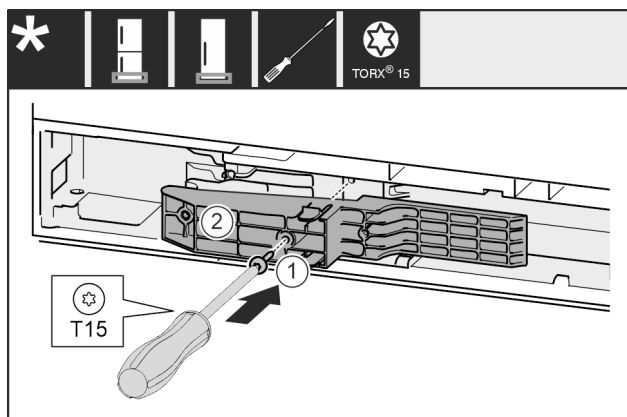

Fig. 51 *
- ▶ 将把手侧的适配件 Fig. 51 (1) 插入凹槽。*
- ▶ 将螺钉 Fig. 51 (2) 用螺丝刀拧紧。*